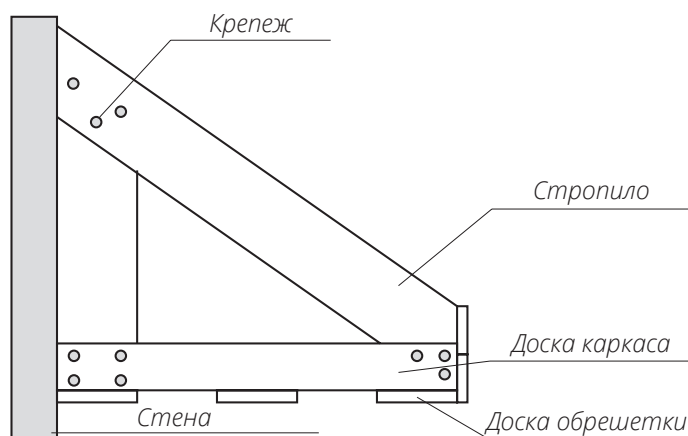

Рис. 4
■ Со стороны стены и лобовой доски прибивайте 2 доски для крепления к ним доборных элементов и планок софита. Если длина свеса более 80 см, используйте 3 точки крепления для софита (рис. 4). Доски должны быть достаточной ширины, чтобы закрепить в них и доборные элементы и софиты, например, 100 мм.